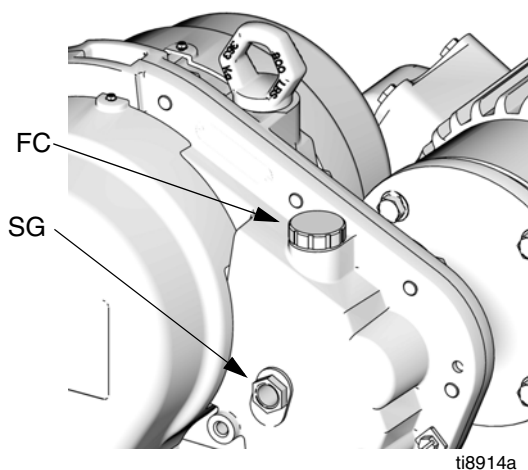

ABB. 8. Öl einfüllen
Jeden Tag bei laufendem Motor den Ölstand im Schauglas (SG) am Vorgelege kontrollieren. Der Ölstand sollte (bei laufendem Motor) zwischen Ober- und Unterkante des Schauglases (SG) liegen. Den Einfülldeckel (FC) öffnen und den Vorgelege-Ölbehälter nach Bedarf mit Graco-Öl 288414 (Packung mit zwölf 1-Quart-Flaschen) füllen. Nicht überfüllen. Siehe ABB. 8.